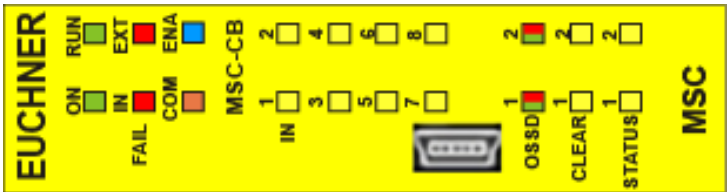

Fig. 31 :
8.4.1. Module de base MSC-CB (Fig. 31)